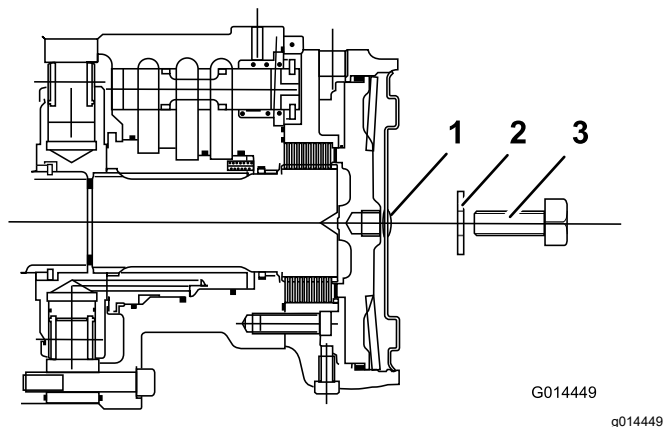

Figure 37
4. Placez une vis (M12 x 40 mm) munie d'une rondelle dans le trou au centre de la plaque d'extrémité du moteur (Figure 37).
5. Serrez la vis d'arrêt dans le trou fileté du piston de frein jusqu'à ce que le frein soit desserré (Figure 37).
6. Identifiez le frein à disque du moteur de roue avant gauche et répétez la procédure précédente (Figure 37).